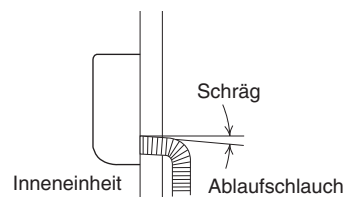

Abb. 3-35
- a) Der Ablaufschlauch soll ein Gefälle nach außen aufweisen. (Abb. 3-35)